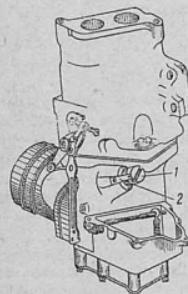

Рис. 3. Регулировка карбюратора ЗИС-101 на холостые обороты
- Головку регулирующего стакана автоматических заслонок 1 (рис. 3) поворачивают так, чтобы конец ее был на одном уровне с концом пружины храповика 2.
можность легко снять колесо (рис. 3).